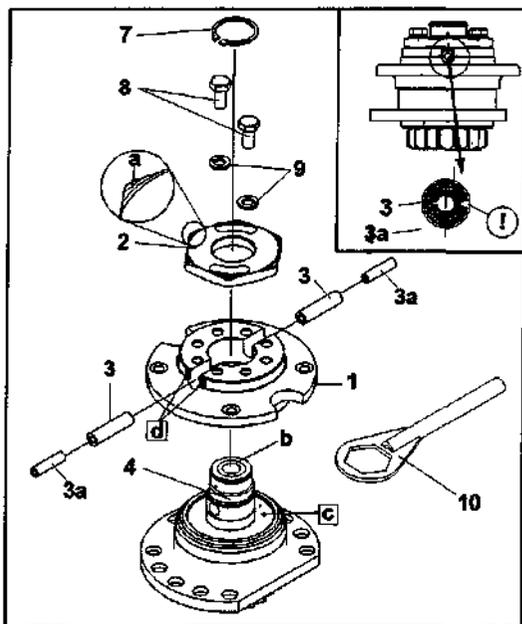

Рисунок 17
Для предотвращения перегрузки косилочных роторов и барабанов (см. рис. 17) ступицы ротора 1 предохранены гайками 2 и срезными штифтами 3. При наезде на препятствия (камни) происходит срез 2-х срезных штифтов в ступице ротора. Ступица ротора вместе с гайкой смещается на валу-шестерне вверх.
- Демонтировать четыре винта М10 (поз. 1 рисунок 17а), снять крышку.
- Снять стопорное кольцо 7 (рисунок 17).
Рисунок 17а